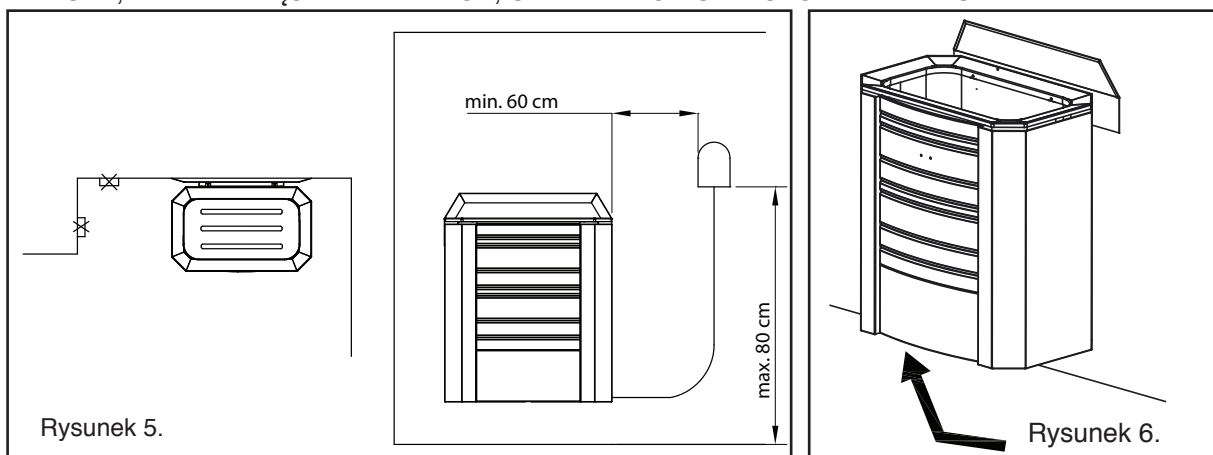

Rysunek 4.
- Kamienie muszą całkowicie przykrywać rezystory grzejne (rysunek 4).